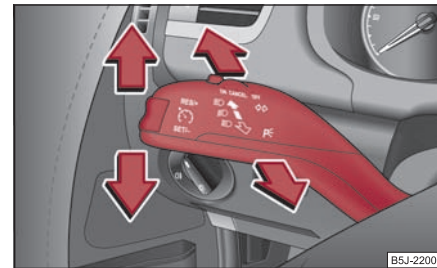

Fig. 51 Manette des cligno-
- Pour allumer les feux de route, poussez la manette à cet effet vers l'avant $\Rightarrow$ page 57, fig. 51.
- Poussez la manette vers le bas ou vers le haut $\Rightarrow$ fig. 51.